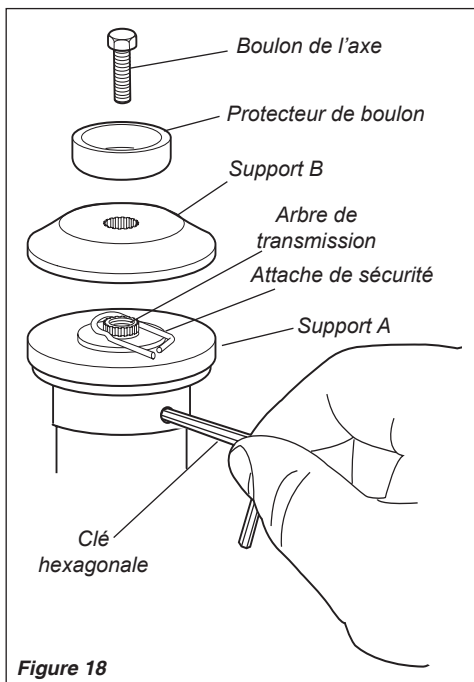

Figure 18
1. Aligner le trou du support de lame A sur le trou correspondant de la bride du boîtier d'engrenages, et bloquer temporairement l'arbre de sortie en insérant une clé hexagonale dans les deux trous. Voir figure 18.